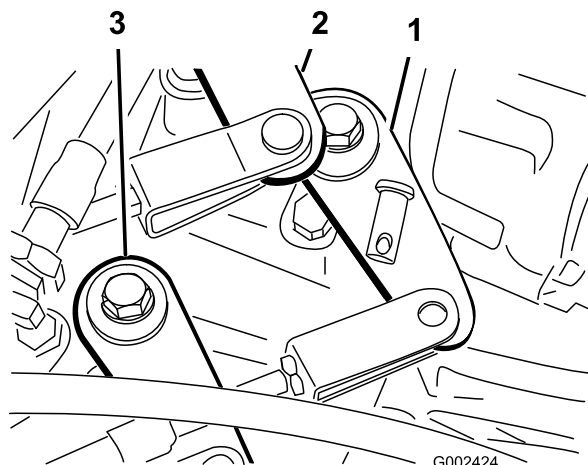

Figura 53
2. Togliete i perni che fissano i cavi ai bracci del cambio del transaxle (Figura 53).
1. Togliete i perni che fissano il cavo superiore - inferiore al transaxle (Figura 53).